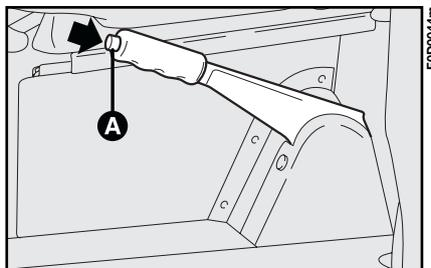

fig. 1
- 1) levante un poco la palanca y presione el botón de desbloqueo **A**-fig. 1;